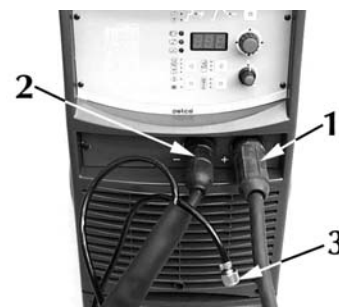

Fig. 6
- 1) Kople kontakten (Fig. 6) på jordeledningen til positivt uttak (+) på generatoren.